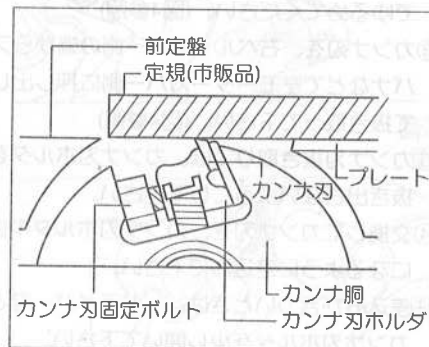

図8
- ④定規をプレートに当て、カンナ刃の先で定盤に乗らない位置にします。(図8参照)
- ⑤ベルトを手で回してカンナ胴を回転させ、刃先が最も高い位置で定規に軽く触れるように調節します。(図8参照)